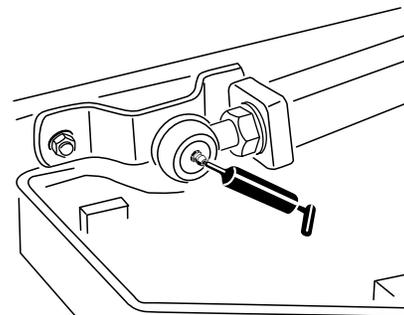

Figura 45
- Rótulas esféricas do braço de elevação (2) (Figura 45)